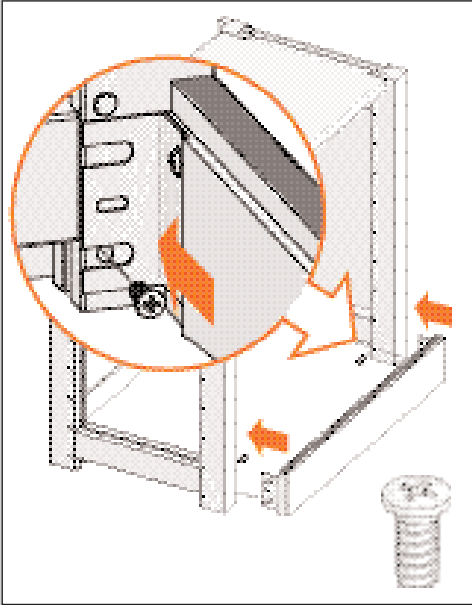

ABBILDUNG 44
2. Verschrauben Sie die Leistenhalterungen am Ständer (unteres Loch, siehe Abb. 44).